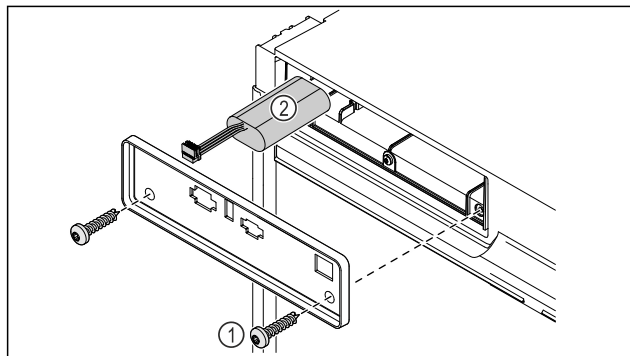

Fig. 189
- Vyšroubujte šrouby a odstraňte kryt na zadní straně spotřebiče Fig. 189 (1).
- Odpojte a vyměňte baterii Fig. 189 (2).